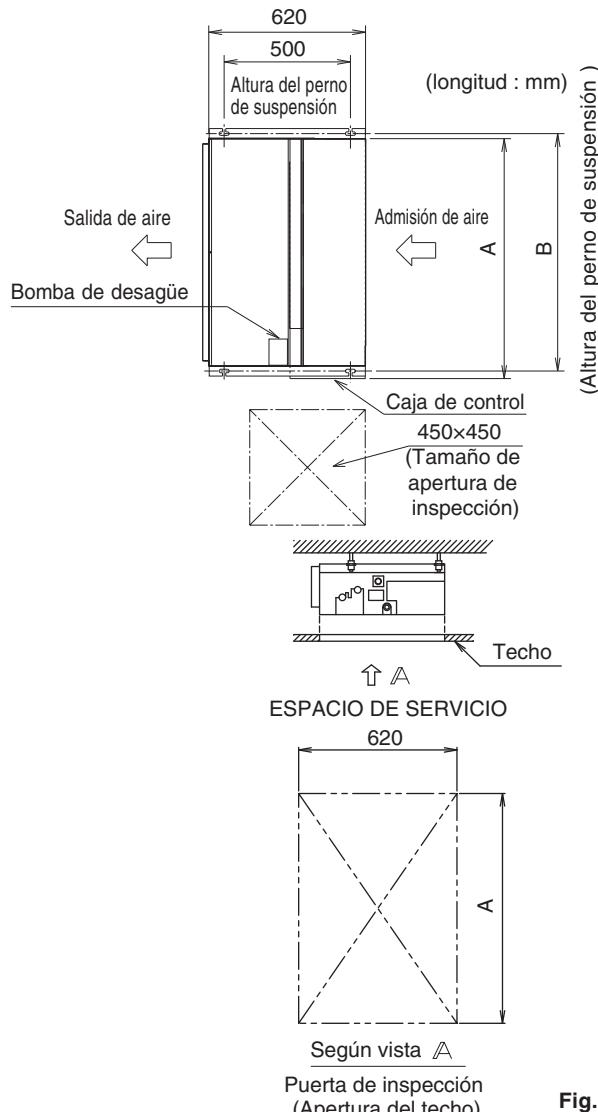

Fig. 2
- (1) Confirme la relación de posición entre la unidad y los pernos de suspensión. (Refiérase a la Fig. 2)